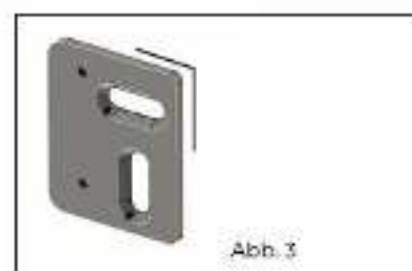

Abb. 3
- Den gleichen Vorgang auf der rechten Seite durchführen (Abb. 3)